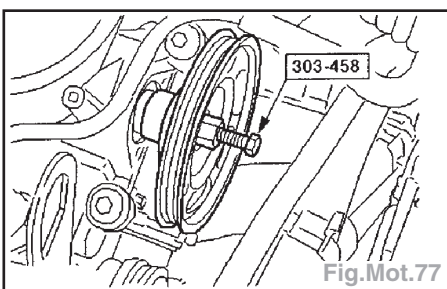

Fig.Mot.77
- Poser la poulie d'entraînement de pompe à eau à l'aide de l'outil spécial (Fig.Mot.77).